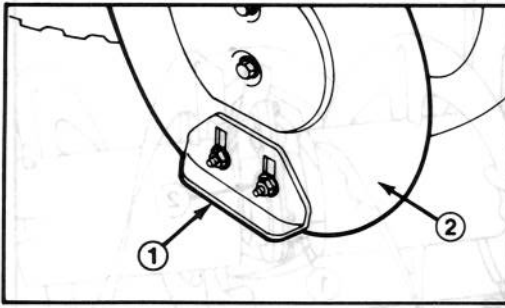

Figure 20
1. Disposez la déneigeuse sur une surface plane et de niveau. Desserrez ensuite les quatre écrous à collerette (Fig. 20) fixant les deux patins aux plaques latérales du logement de tarière. Les patins doivent pouvoir coulisser vers le haut et vers le bas.
3. Desserrez les quatre écrous à collerette (Fig. 20) retenant les patins aux plaques latérales du logement de tarière. Descendez ensuite les patins pour que la tarière soit aussi loin que possible de la surface plane et de niveau, puis resserrez les écrous à collerette.